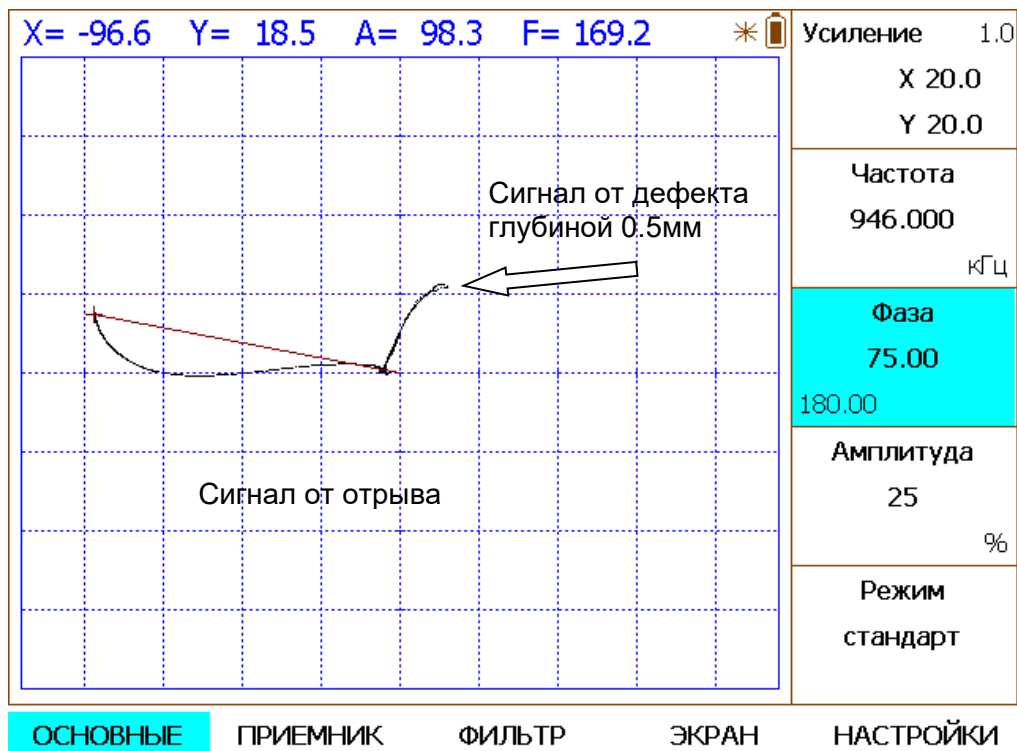
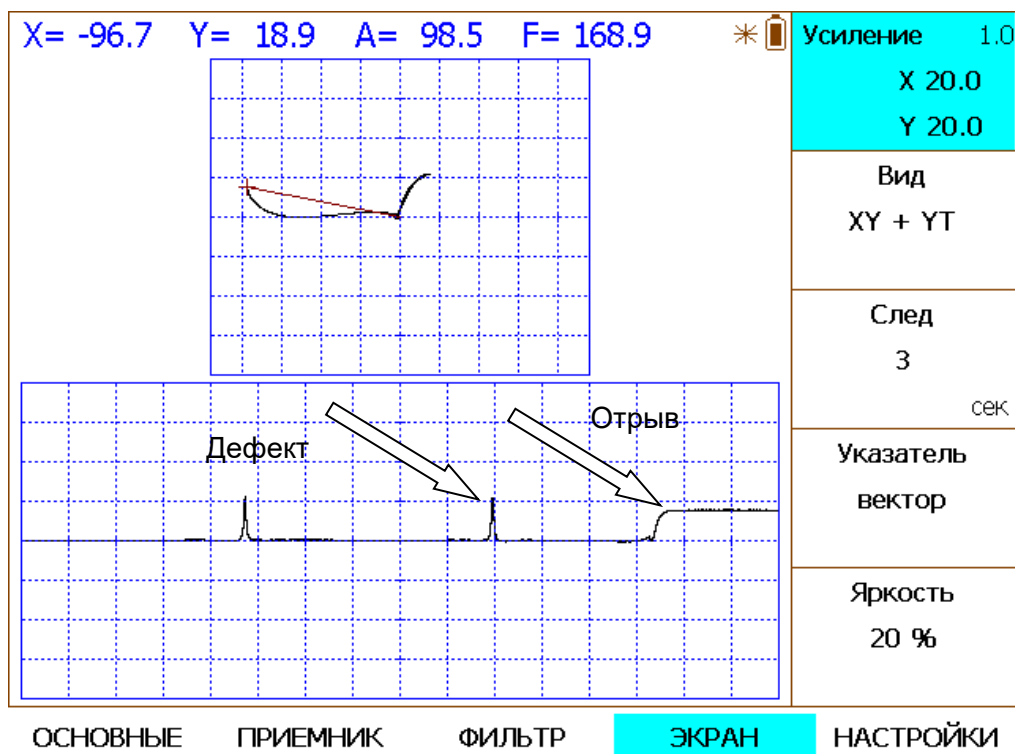
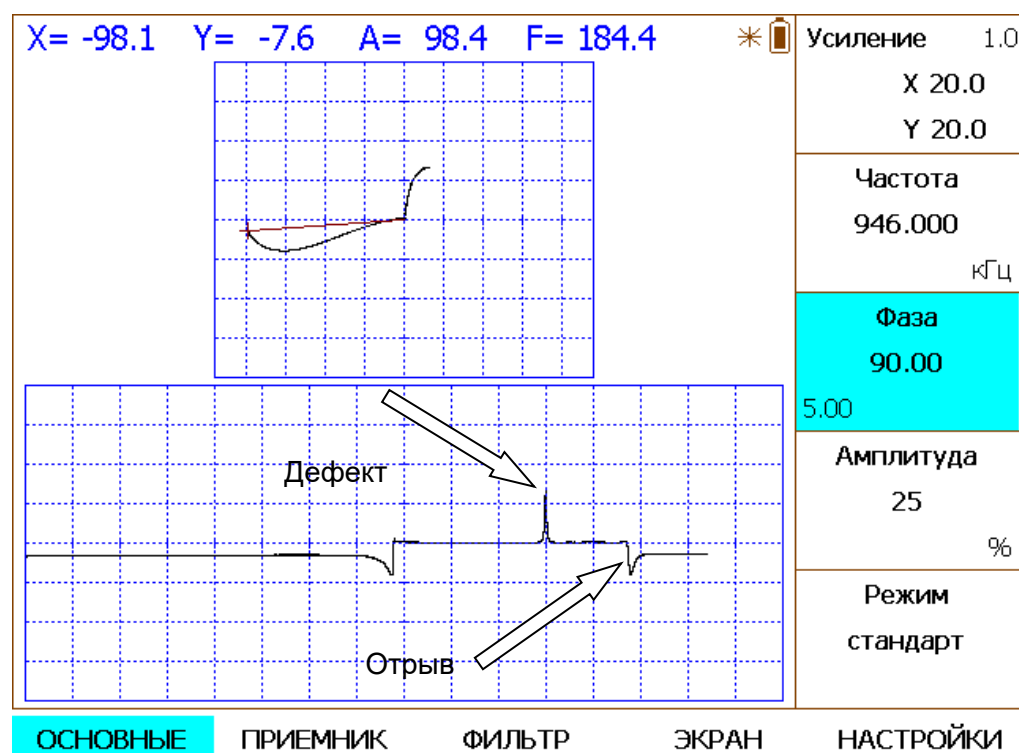

Рис.2-9 Вид экрана прибора с выявленным искусственным дефектом
Рис.2-10 Вид экрана прибора с разверткой XY + YT
Рис.2-11 Вид экрана прибора с разверткой XY + YT после регулировки фазы
Шаг 6. Проведите преобразователем вдоль образца ВСО-1, так чтобы выявить средний искусственный дефект. Вид экрана показан на рис. 2-9
Как видно по рис.2.9 направления сигнала и отрыва на образце из углеродистой стали разделяют на 90 град.
Шаг 7. Сигнал отрыва на рис. 2.9. имеет некоторый заворот по оси Y в самом конце. Если изменить вид экрана на XY+YT, то на развертке сигнала по оси Y от времени (YT) это является мешающим фактором (рис.2-10). Для устранения этого эффекта отрегулируйте фазу так, чтобы на развертке YT сигнал отрыва шел вертикально вниз (рис.2.11)